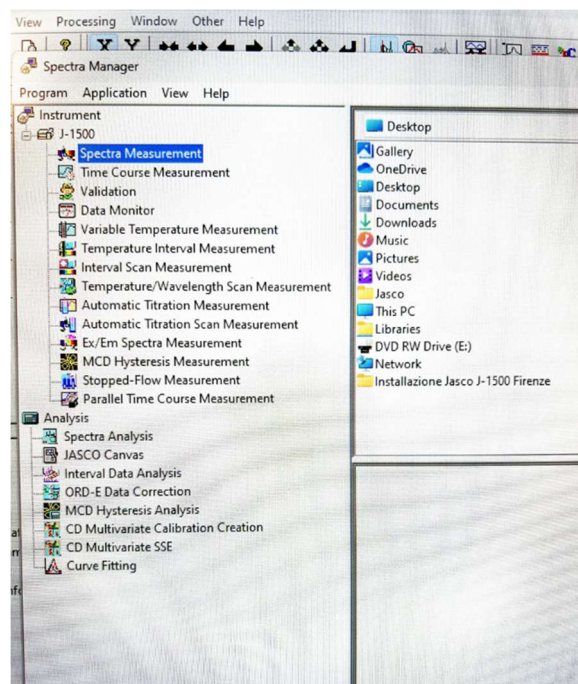
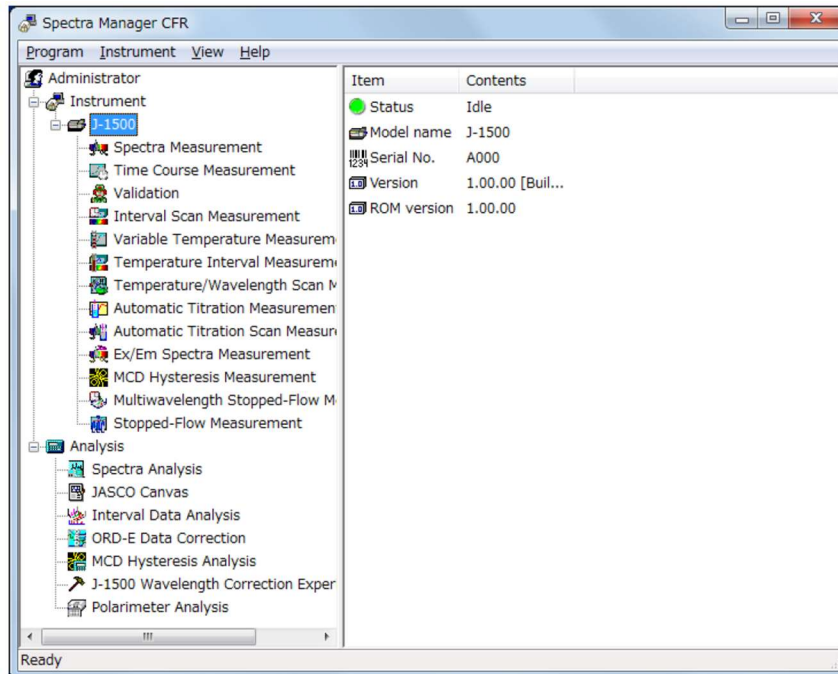
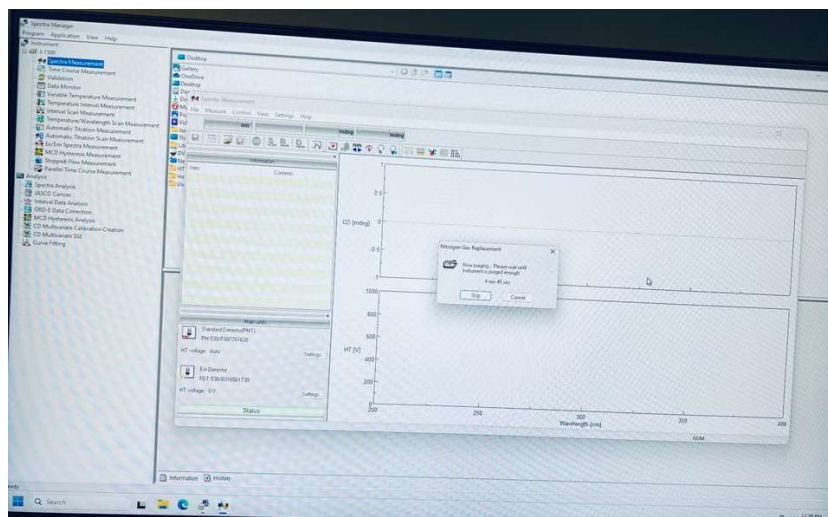

Figura 1. Finestra di Spectra Manager
Figura 4: Spectra Manager. Strumento ready.
Figura 5. Schermata purging N₂.
In Figura 1 è riportata una overview dei programmi di misura e di analisi dati del software.
8. Trascorsi **10 minuti dal purging dell'N₂** all'interno dello strumento, fare doppio click su **Spectra Manager**, si apre una finestra in Figura 1. Aspettare l'inizializzazione dello strumento; quando lo strumento è pronto, compare un cerchio verde in alto a destra nella pagina del software, come evidenziato in Figura 4.
9. Fare doppio clic su **Spectra Measurements** nella colonna di sinistra del programma, *Figura 1*. Viene visualizzata una finestra di dialogo con il conto alla rovescia di **5 minuti**, è il tempo necessario per il purging obbligatorio dell'N₂, *Figura 5*.